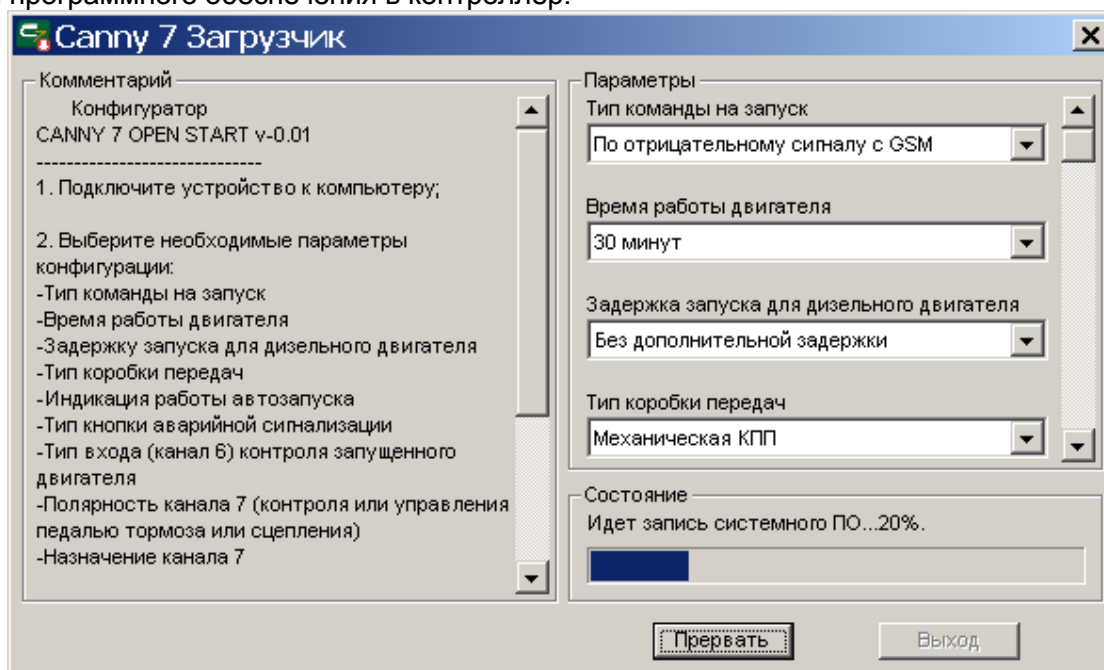

Рисунок 1. Окно задания конфигурации контроллера.
- 1.3. Запустите приложение-конфигуратор и в открывшемся окне (смотри рисунок 1), выберите параметры подходящие для конкретной комплектации автомобиля и определите назначение входов/выходов требующиеся для данной установки (см. пункт 5). Для доступа ко всему списку доступных для установки параметров воспользуйтесь полосой прокрутки справа.